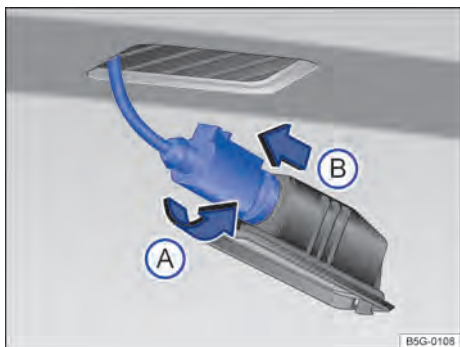

Fig. 167 Lanterna da placa de licença: desinstalar o suporte da lâmpada.
- ❸ Girar o soquete da lâmpada no **sentido anti-horário** → Fig. 167 (A) e retirar o suporte junto com a lâmpada (B).
- ❹ Puxar a lâmpada queimada do soquete para removê-la.
- ❺ Substituir a lâmpada incandescente queimada por uma lâmpada incandescente nova do mesmo modelo.
- ❻ Inserir a nova lâmpada no soquete cuidadosamente.
- ❼ Posicionar o suporte da lâmpada na lanterna da placa de licença e pressionar no sentido contrário ao da seta (A) até o batente.
- ❽ Certificar-se de que o soquete está corretamente fixado no conjunto.
- ❾ Posicionar o conjunto da lanterna da placa de licença cuidadosamente na abertura do para-choque. Atentar para a correta direção de instalação da lanterna da placa de licença.
- ❿ Pressionar a lanterna da placa de licença no para-choque até que encaixe de forma audível.